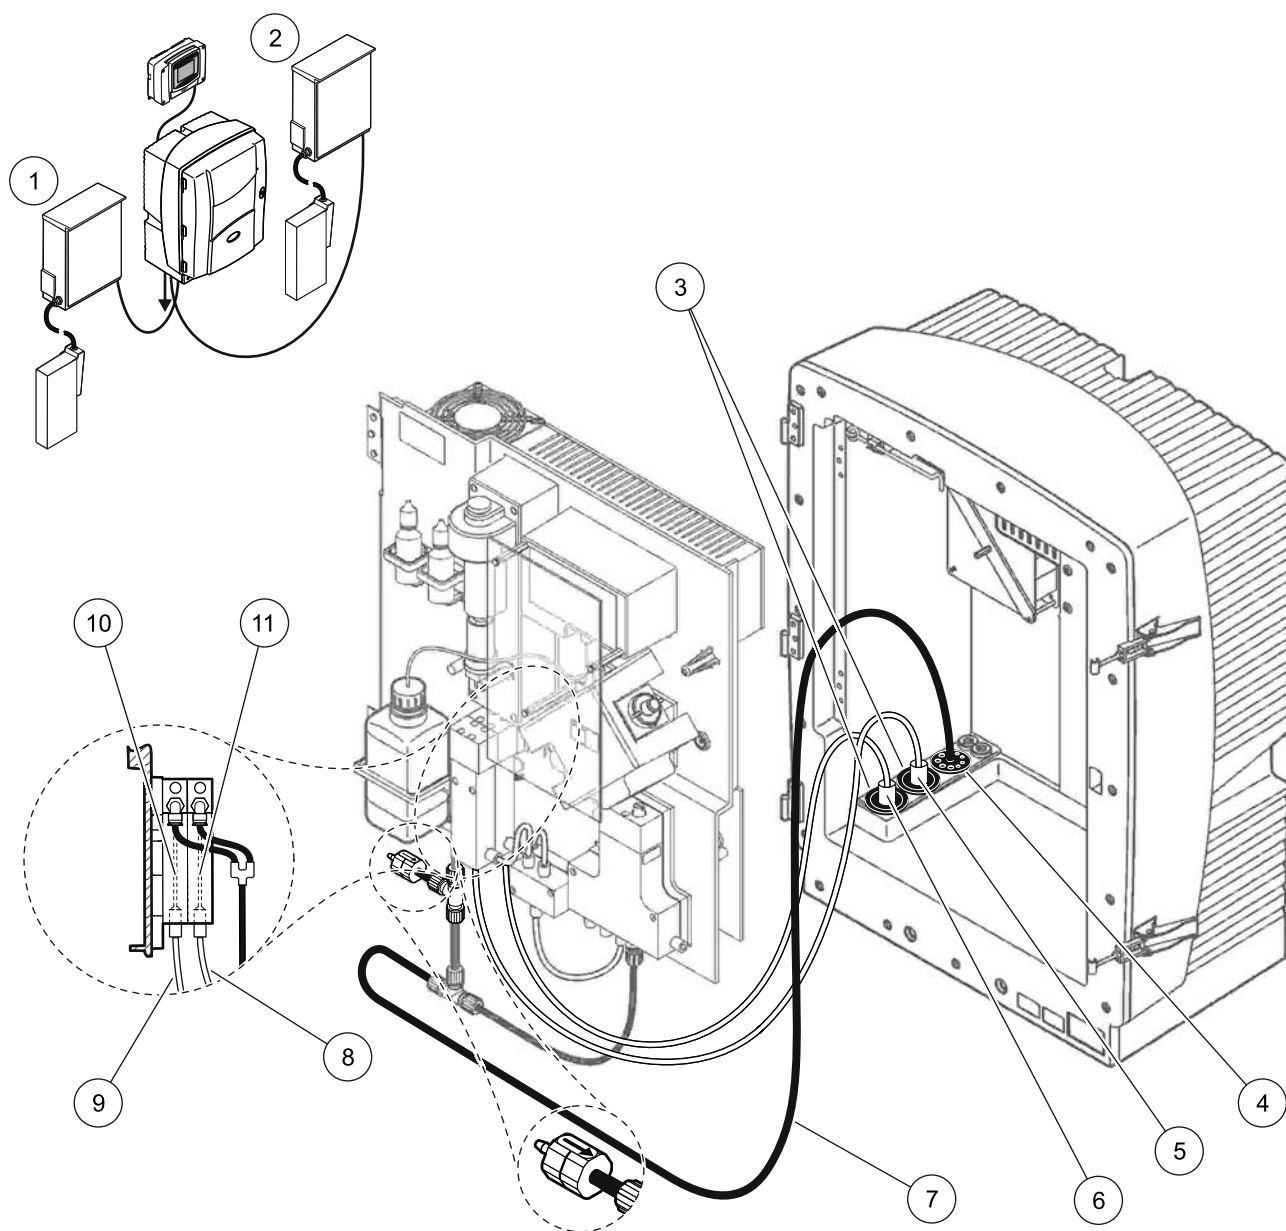

図 38 オプション 9a 設定
103 ページの図 38 およびオプション 9a に関する以下の説明を参照してください：
2. 加熱ホースを FILTRAX 1 から分析装置まで通します (**103 ページの図 38**、アイテム 6)。シールプラグ #1 を使って固定します。